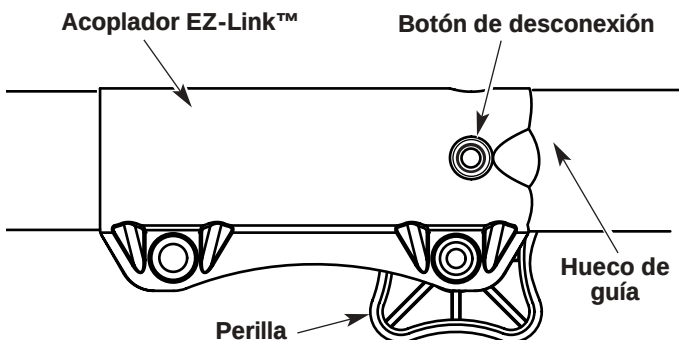

Fig. 19
1. Gire la perilla en sentido antihorario para aflojarla (Fig. 19).
2. Opima y sostenga el botón de desconexión (Fig. 19).
NOTA: La alineación del botón de desconexión con el hueco de guía facilitará la instalación (Fig. 19).